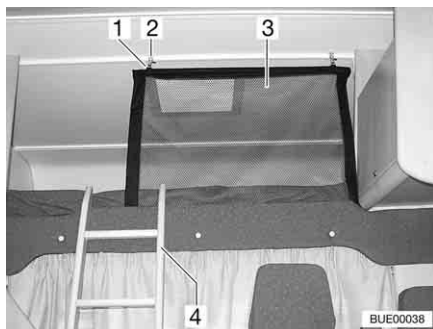
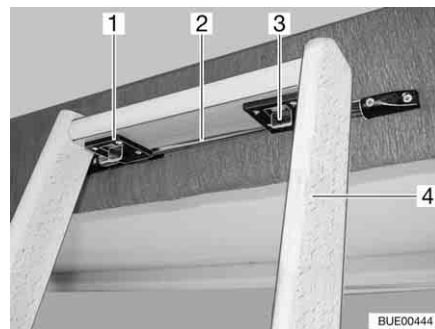

Bild 82 Alkopsäng
Bild 83 Stege, låsning
Stege För att komma upp i alkopsängen ska man alltid använda den medföljande stegen (Bild 82,4 och Bild 83,4).
- Fäst stegens två krokar (Bild 83,1) på stängen (Bild 83,2) på alkopsängens kant.
- Skjut de två spärrarna (Bild 83,3) framåt.
Skyddsnet Skyddsnetet (Bild 82,3) är standard. Det ligger mellan madrassen och ribbotten. Skyddsnetet ska först monteras när personerna som ska sova där befinner sig i alkoven.
- Haka fast hållaren (Bild 82,1) i öglorna i taket (Bild 82,2).